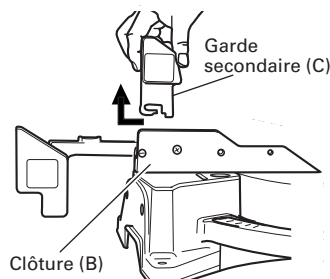

Fig. 13
Retirer la garde secondaire (C) en la glissant de côté et en la soulevant comme l'illustre la Fig. 13.